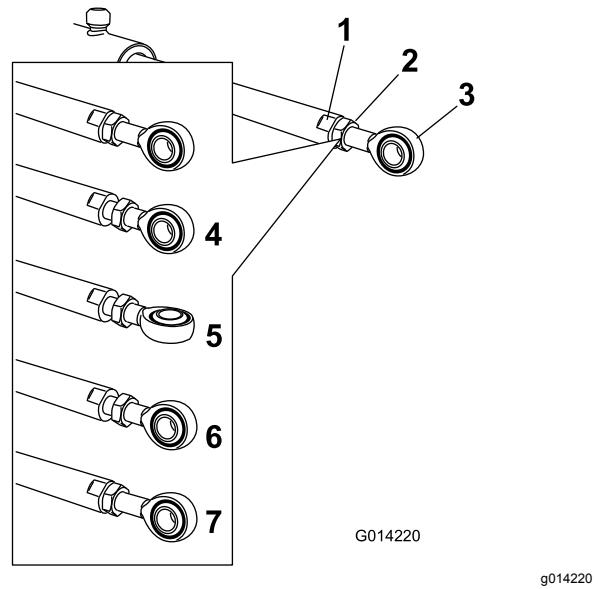

Figura 94
5. Utilizzate una chiave sui lati piatti dell'asta dell'attuatore per fermarla e allentate quindi il controdado per manipolare l'asta dell'occhiello (Figura 94).
6. Girate l'asta dell'occhiello nell'asta dell'attuatore per accorciare o allungare l'attuatore esteso nella posizione desiderata (Figura 94).